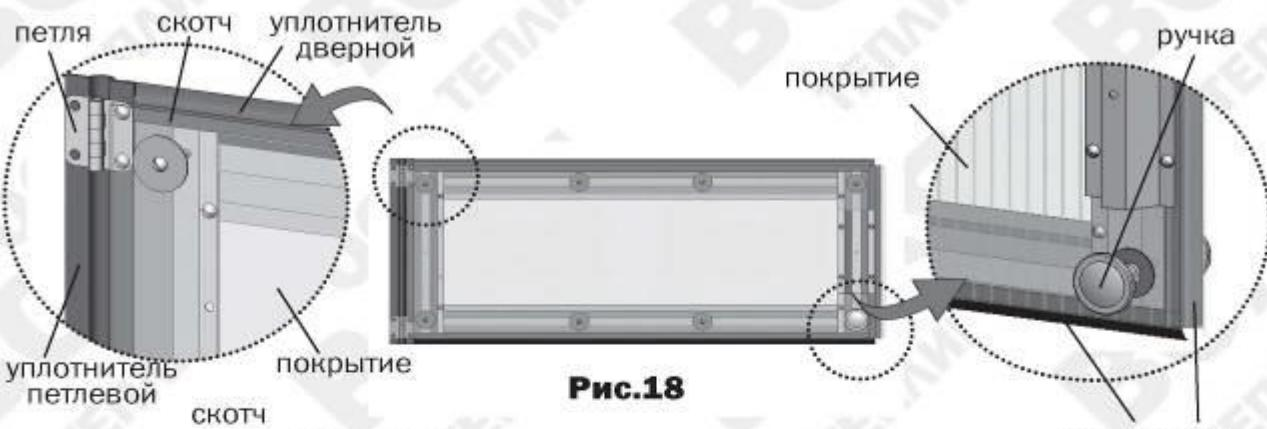

Рис.18
5. Закрепите куски покрытия на двери и форточки шайбами (**рис.18,19**), сделав выпуск покрытия по одной стороне (**рис.23**), предварительно закрыв соты (оклеив их скотчем). Профили уплотнительные устанавливаются по контуру дверей в соответствии с рисунками **19,21,22**.